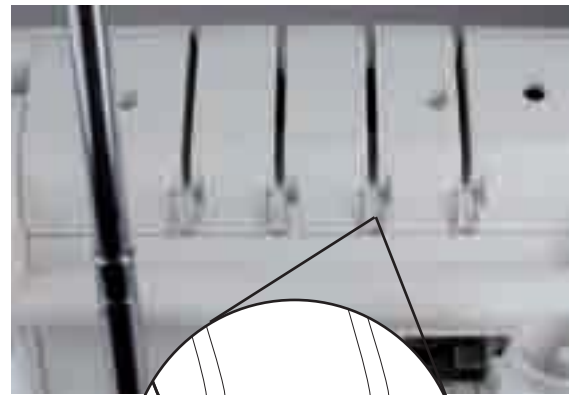

Fig. 25
2. Sæt tråden ind i trådføringen ved at trække tråden nedad, indtil den glider under trådføringen (2) (fig. 25).